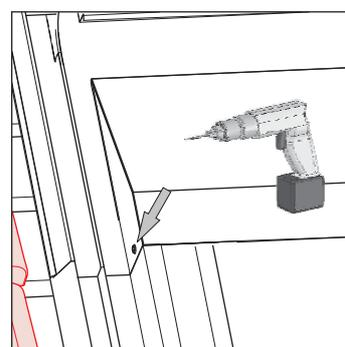

Fig. 3-57 Fase di lavoro 15
15. Unire la lamiera di copertura laterale e superiore nella posizione prevista con delle viti autofilettanti. Allineare sempre la parte laterale alla lamiera di copertura e minimizzare la fessura (fig. 3-57).